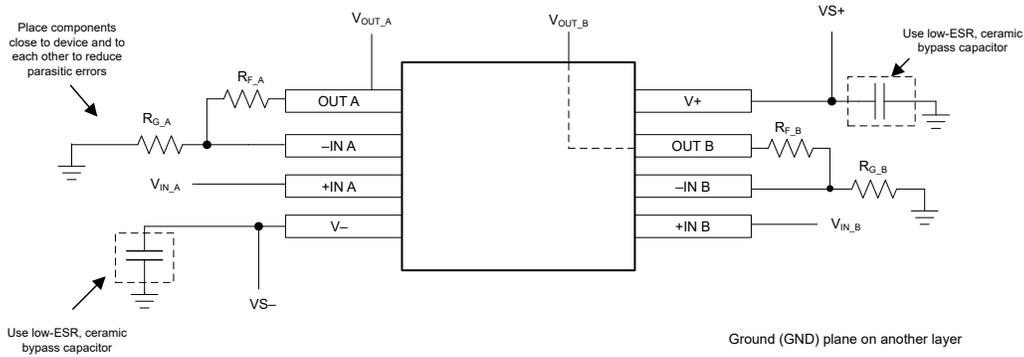

図 7-10. 非反転型アンプ構成のオペアンプ基板のレイアウト
- デカップリング コンデンサをデバイスのできるだけ近くに配置します。図 7-10 が示すように、帰還抵抗 (**R3**) とゲイン抵抗 (**R4**) は反転入力の上に配置して、寄生容量を最小限に抑えます。